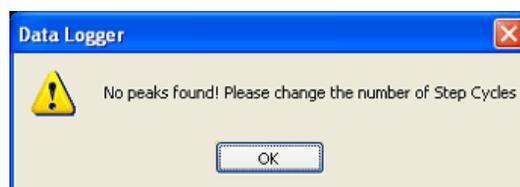

図 24: No Peaks Foundのメッセージ
d. 入力したステップサイクルの数が一致しないためにシステムでは解決できない時には**No Peaks Found!** (図24) のメッセージが現われます。**OK**をクリックして新しい数を入力して下さい。システムがステップサイクル数を認識するまで繰り返して下さい。